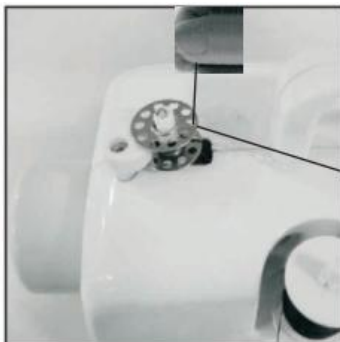

Fig. 14
4. Tolja az orsót balra (Fig. 14).